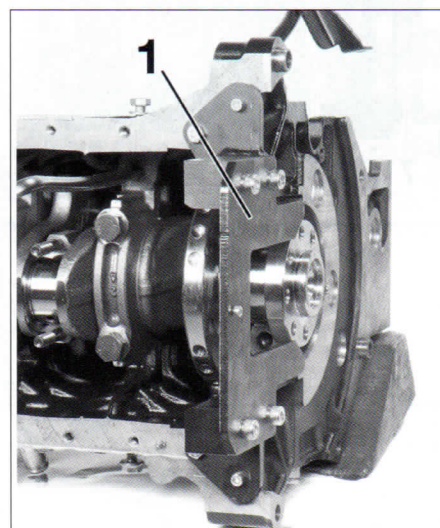

FIG. 60
- Montar el útil (1) de centrado del apoyo (fig. 60).